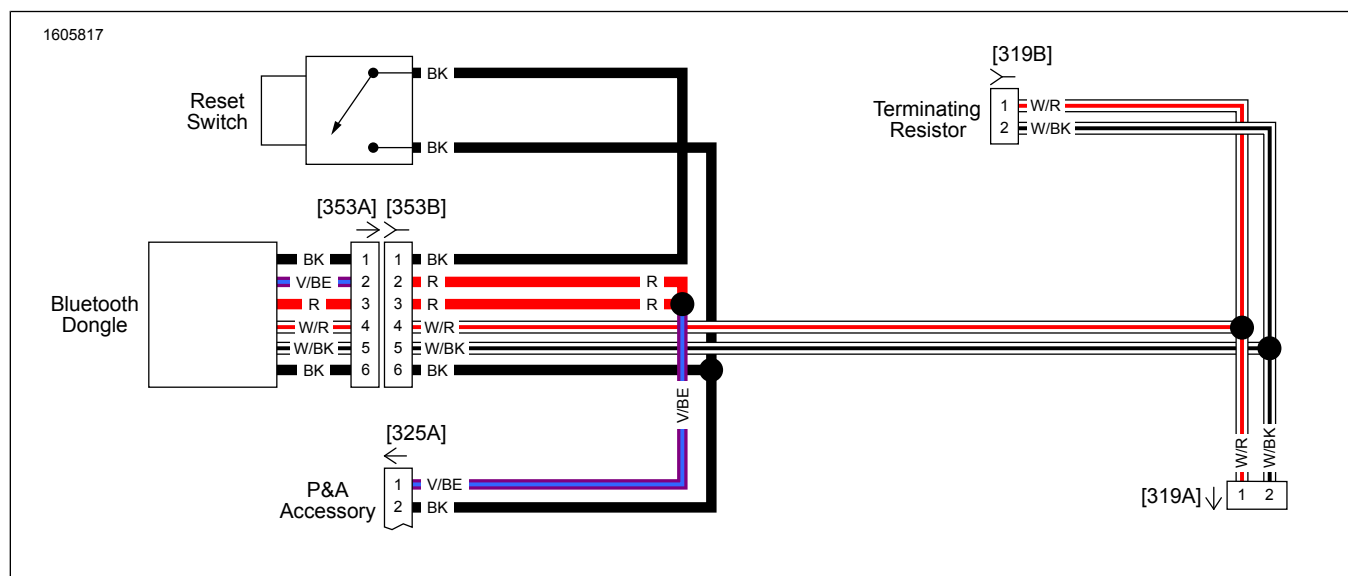

Figura 16. Chicote de fios do adaptador Bluetooth (2017 e posterior)(típico)
1. Veja a figura 16. Instale e direcione o chicote de fios do dongle Bluetooth.
Se o Número de identificação pessoal (PIN) for esquecido ou travar e precisar ser reinicializado, pressione e segure o "Interruptor de Emparelhamento ou de Reinicializar" (consulte o Figura 16, item 3) por três segundos para reinicializar o PIN. Reconecte-se ao Dongle Bluetooth no aplicativo de áudio H-D para definir o novo PIN.
- a. Emparelhe o dispositivo (1) com o sistema.
- b. Acesse os menus do aplicativo (2) para configurar o sistema de som do veículo.
- a. Ícone do menu principal (1).
- b. Redefina ou altere o número de identificação pessoal (PIN) de segurança (2).
- c. Edite e renomeie seu sistema (3).
- d. Customize o menu principal com uma foto da sua motocicleta (4).
- e. Indicador de conexão Bluetooth. Um símbolo cortado com uma barra indica o seguinte: não conectado (5).